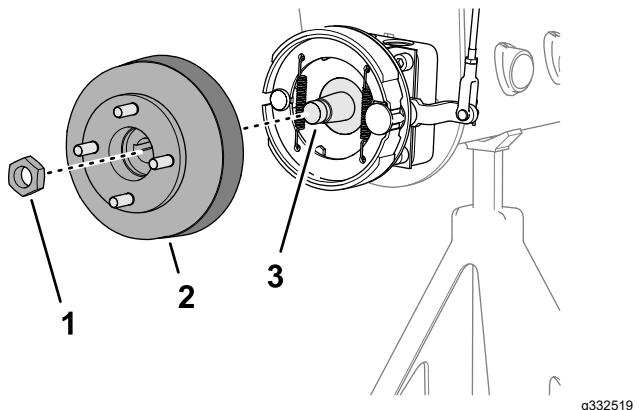
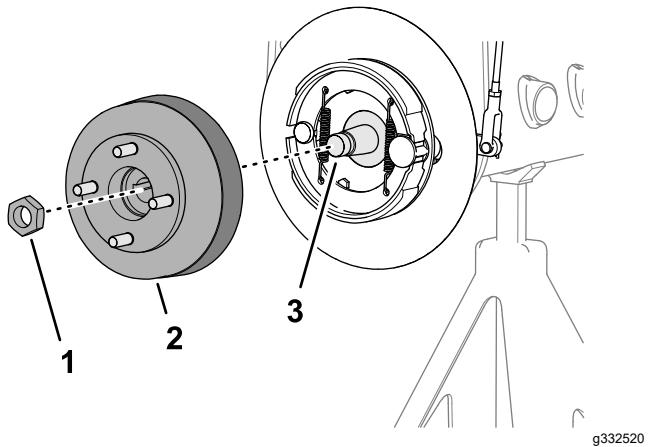

Bild 73
Bild 74
- Montieren Sie die Radnabe und Bremstrommel auf die Radmotorwelle (Bild 73 oder Bild 74).
- Befestigen Sie die Radnabe mit der Sicherungsmutter (Bild 73 oder Bild 74) auf der Welle und ziehen Sie diese nur handfest an.